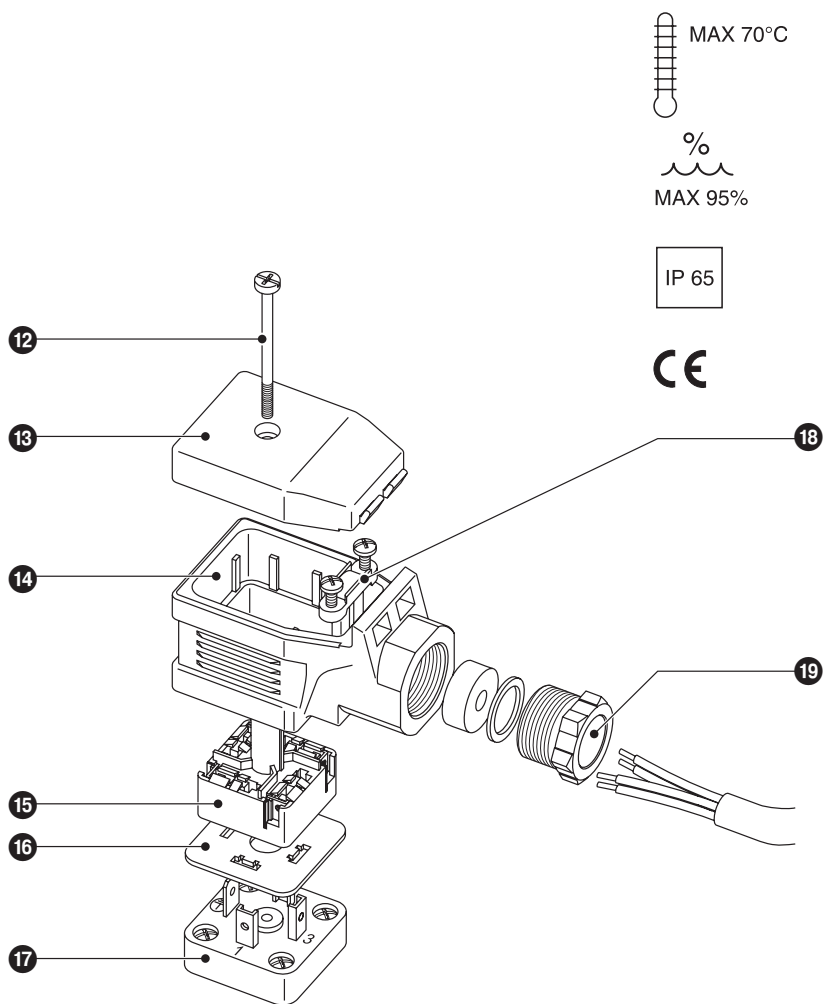

Fig. 11
1. Desapertar o parafuso 12. **Fig. 11**